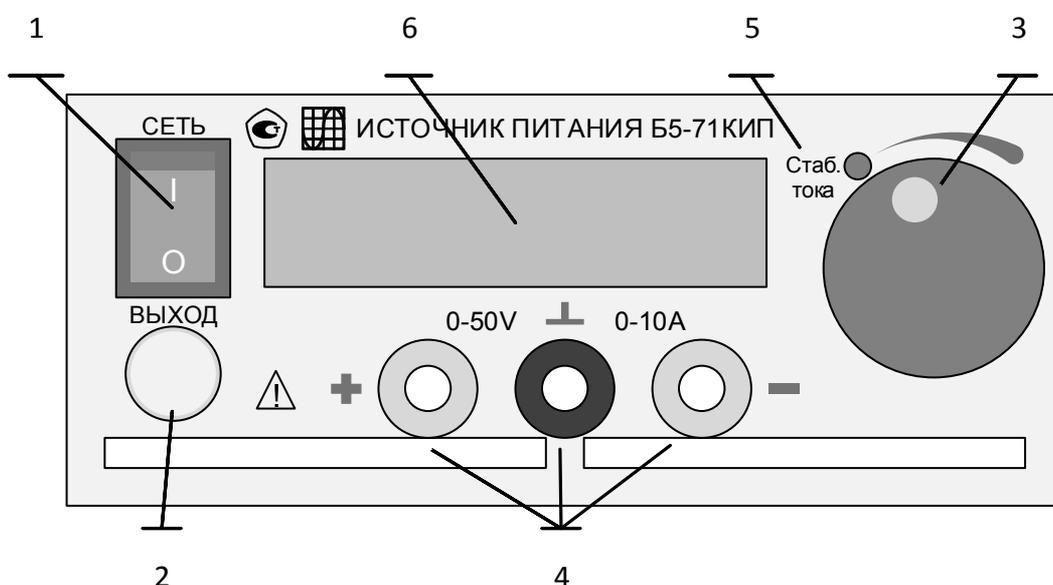

Рисунок 4 - расположение органов управления передней панели
3.3.1 На передней панели источника питания (см. рисунок 4) расположены следующие органы управления: